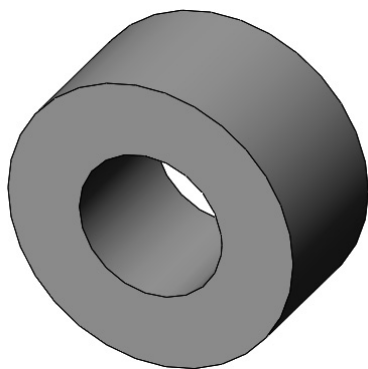

图 5-1 零件实体模型
- [1] 打开初始文件“Z5L1.prt”,零件实体模型如图 5-1 所示。